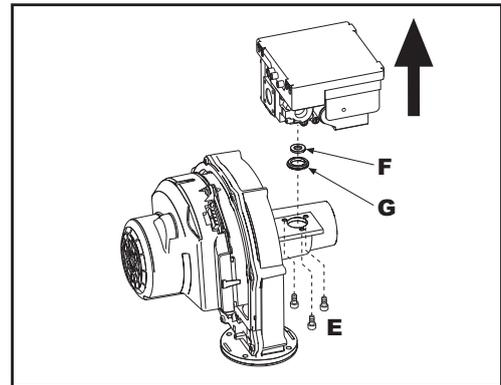
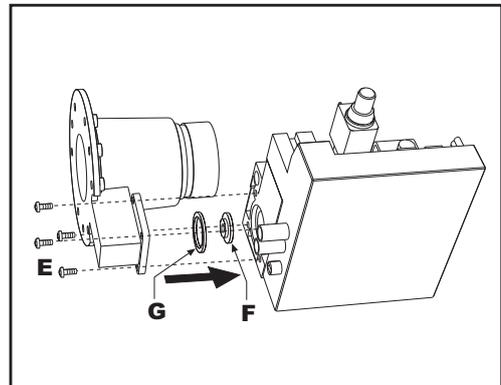

fig. 53 - modello FUTURIA POWER 80 - 160
fig. 54 - modello FUTURIA POWER 125 - 250
7. Svitare le viti di fissaggio "E" (fig. 53 modello FUTURIA POWER 80 - 160 e fig. 54 modello FUTURIA POWER 125 - 250) e togliere la valvola gas.
8. Sostituire l'ugello gas "F" (vedi fig. 53 per il modello FUTURIA POWER 80 - 160 e fig. 54 per il modello FUTURIA POWER 125 - 250) posizionandolo all'interno della guarnizione "G" con quello contenuto nel kit di trasformazione. Rimontare i componenti e verificare le tenute.